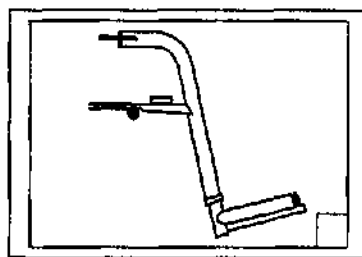

Рис. 1
- Стандартная подставка для ступней (рис. 1)